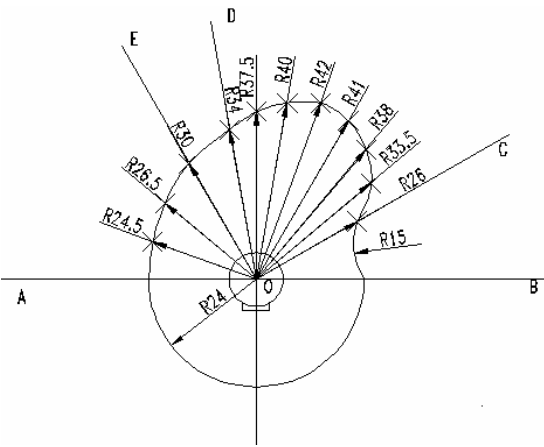

图 7-3-19
STEP 02 使用“修剪”命令修剪偏移的线段，修剪后的效果如图 7-3-19 所示。